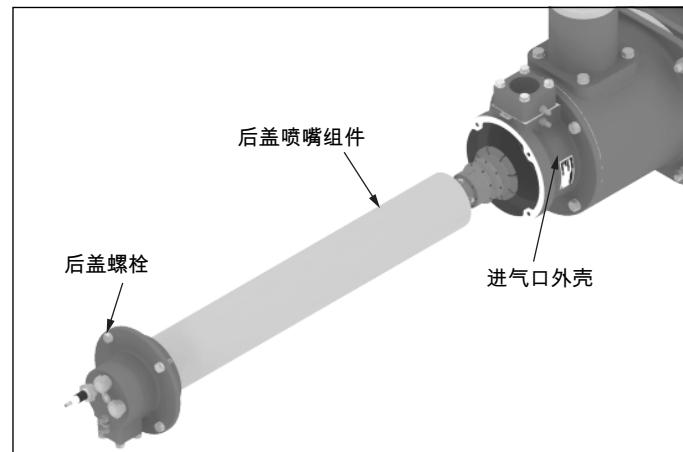

图 3.18
4. 让后盖烧嘴组件滑动穿过进气口外壳然后进入燃烧套管组件内部。参见图 3.18。